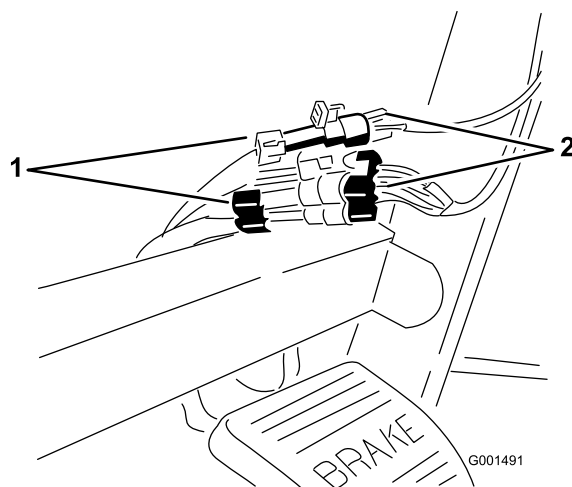

図 7
- スプレープロの電気コードのコネクタを、ダッシュボード下にあるコネクタに接続する(図 7)。